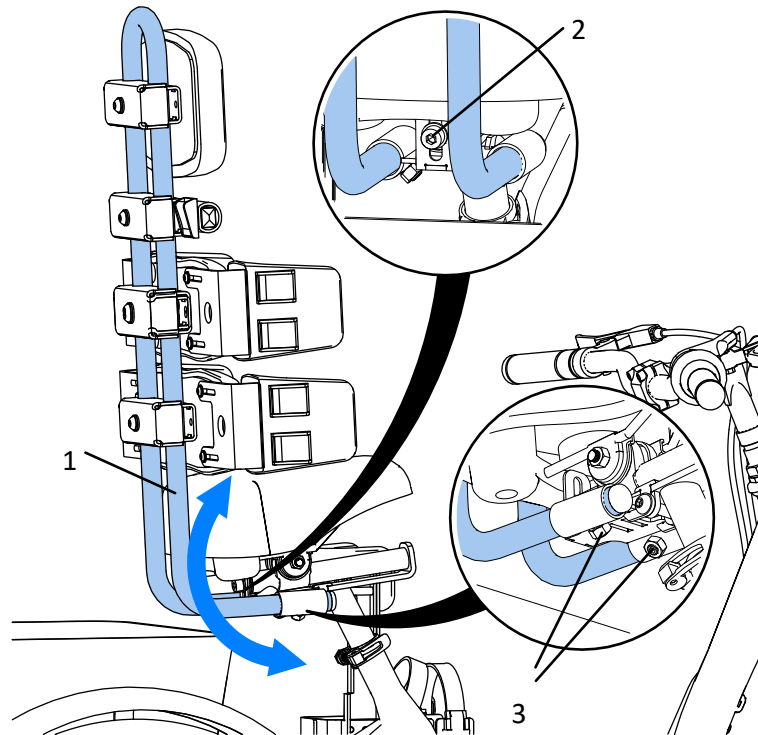

Abb. 23
Die Rückenstütze (1) Abb. 23 ist in verschiedenen Größen erhältlich, die sich nach dem zu montierenden Zubehör richten. Die Rückenstütze ist in Winkel und Tiefe verstellbar. Unter dem Sattel befindet sich eine Einstellschraube (2) für den Winkel der Rückenstütze. Zum Einstellen lösen Sie die Schraube (2) und verändern Sie den Winkel. Ziehen Sie nach der Änderung des Winkels die Schraube (2) fest, während Sie die Position der Rückenstütze beibehalten. Stellen Sie die Tiefe der Rückenstütze ein, indem Sie die Feststellschrauben (3) an der Unterseite der Führungshülsen lösen. Nach dem Lösen der Schrauben ist es möglich, die Rückenstütze von vorne nach hinten zu verstellen. Ziehen Sie die Klemmschrauben (3) an, um das Verfahren zu blockieren.